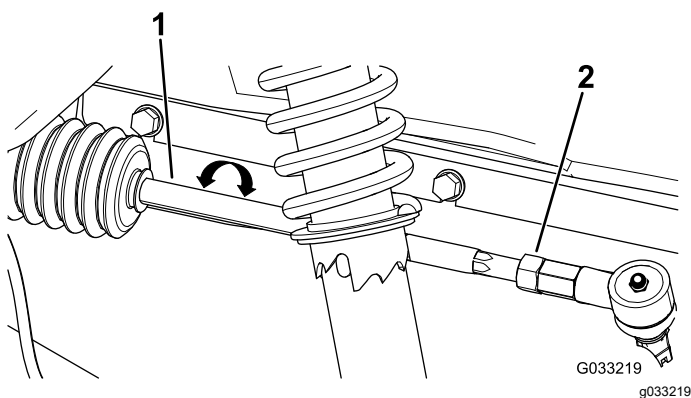

Figura 50
2. Se la misura non rientra nel campo specificato di 0–6 mm, allentate i controdadi all'estremità esterna dei tiranti (Figura 50).